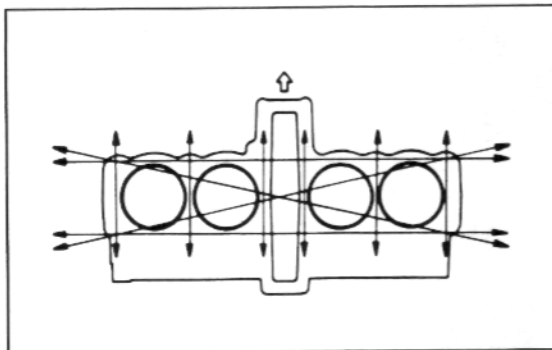

Bild 126
-  Mit Haarlineal Zylinderkopf und Zylinderdichtfläche in mehreren Richtungen auf Verzug prüfen; Verschleissgrenze 0,05 mm. Gegebenenfalls in Fachbetrieb planen lassen. Siehe Bild 126.